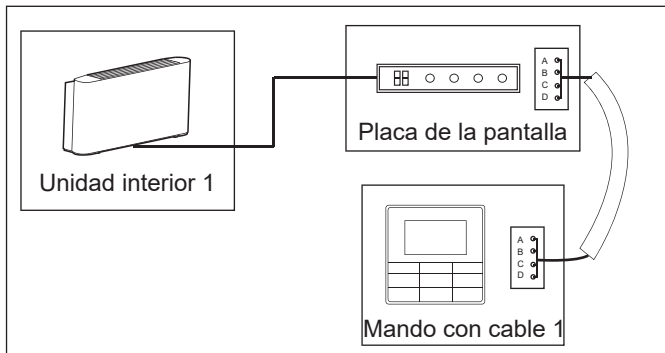

Figura 6.9
- Utilice 1 mando con cable para controlar 1 unidad interior (consulte la Figura 6.9).